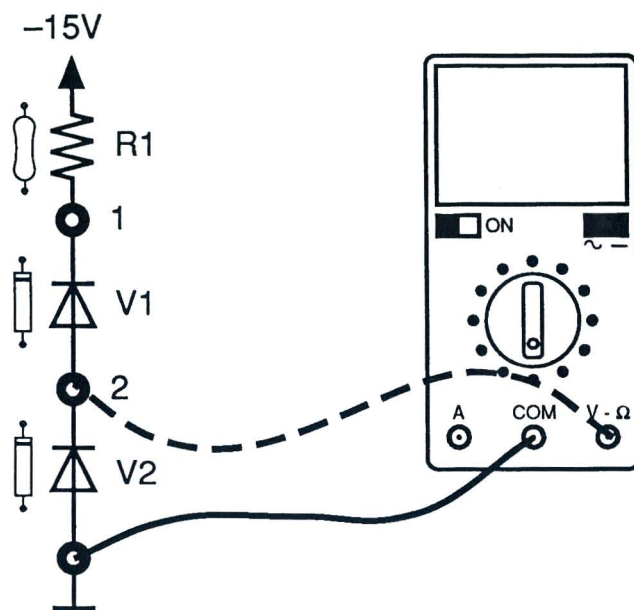

Fig. 4.2
- 4) Establecer si los diodos de la Fig. 4.2 están polarizados directamente o inversamente, cuando el potenciómetro R1 esté girado por completo en sentido antihorario o en sentido horario.
- 6) Medir la tensión en los puntos 1 y 2, utilizando un voltímetro digital predispuesto en corriente continua (Fig. 4.2) y verificar que los valores calculados correspondan a los valores medidos.